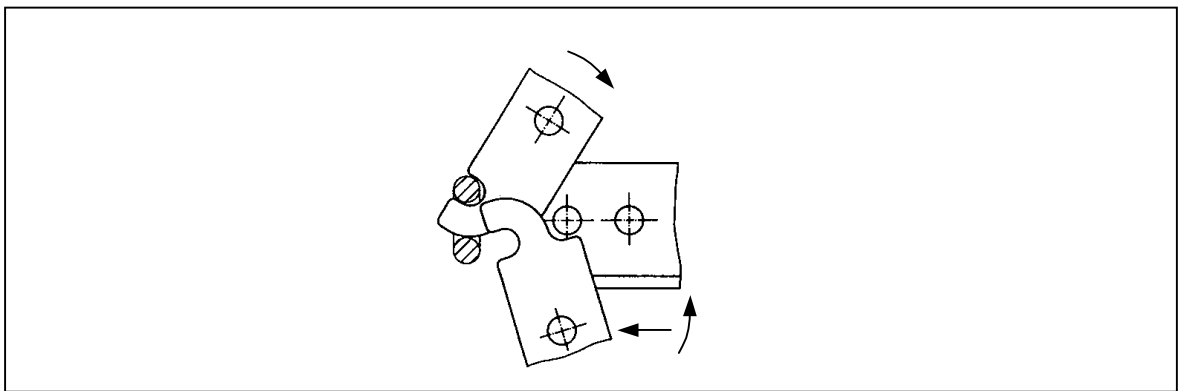

Bild 2
2. Mitnehmerteile gegenseitig in die Kette einschwenken (Bild 2).